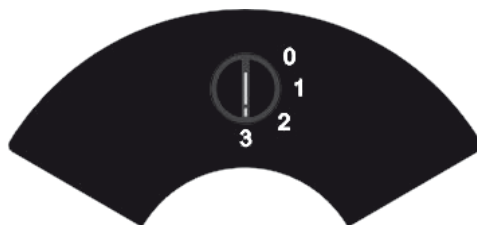

Fig. 2
- Seleccione la velocidad a la que desea que funcione el aparato, haciendo girar el selector de velocidad (Fig. 2), según los siguientes valores: